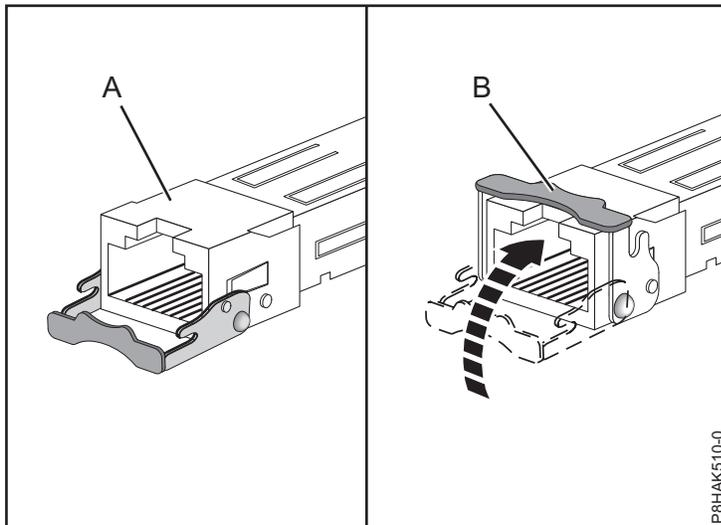

Figura 33. Sustitución de los transceptores SFP en el adaptador
- b. Deslice el transceptor (A) para insertarlo en el hardware del adaptador.
- c. Con el pestillo (B) en la posición de abierto, empuje el pestillo girándolo hacia arriba y hacia la tarjeta, como se muestra en la Figura 33 en la página 51.